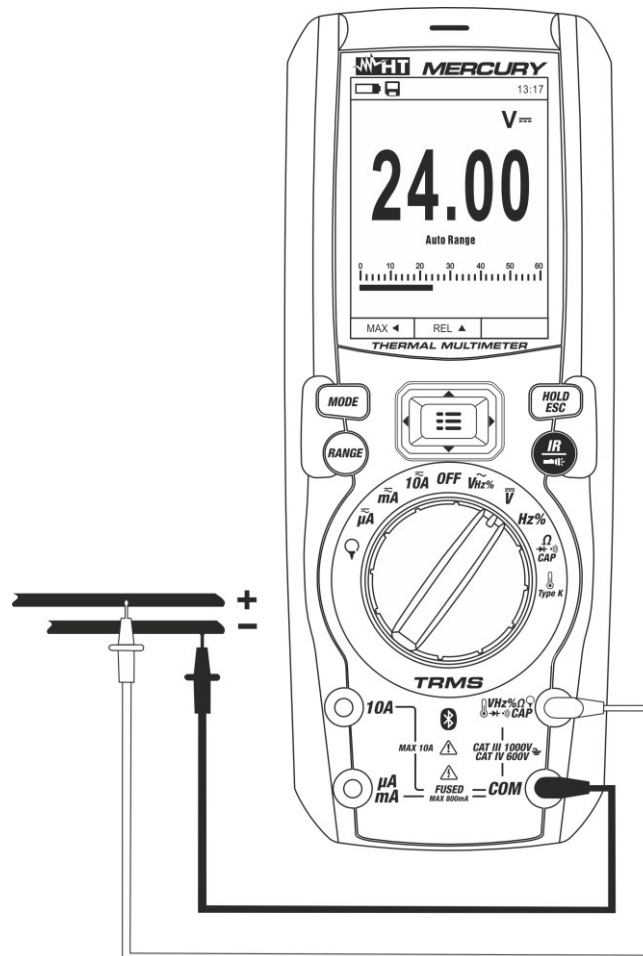

Abb. 21: Verwendung des Geräts zur Messung von DC, AC+DC Spannung
3. Verbinden Sie die rote Messleitung und die schwarze Messleitung mit dem jeweils positiven und negativen Potenzial des zu messenden Kreises (siehe Abb. 21). Der Spannungswert erscheint auf dem Display.
5. Das Symbol "**-**" auf dem Display des Geräts gibt an, dass die Spannung die umgekehrte Richtung mit Bezug auf den Anschluss in Abb. 21 hat.